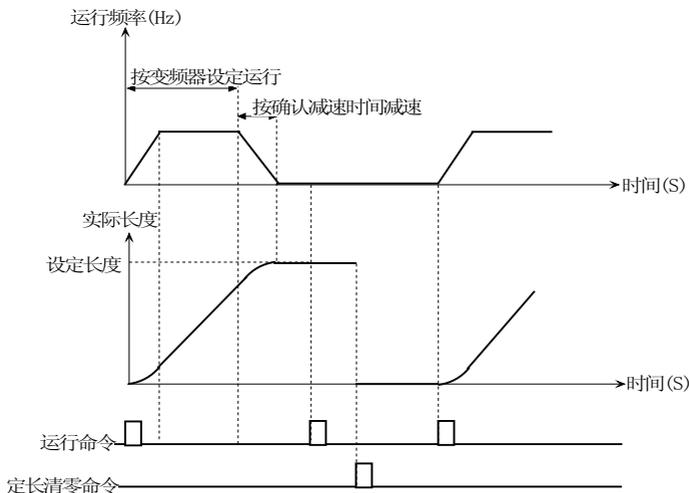

图 5-6-1 定长运行1
- ◆ 定长运行模式运行频率由P0.02设定，当实际长度（P6.01）小于且接近设定长度（P6.00）时，变频器自动减速按下限频率运行，当实际长度（P6.01）≥设定长度（P6.00）时，变频器运行频率为0，发出停机指令停机(按停机方式停机)。再次运行前需将实际长度（P6.01）清零或修改设定长度>实际长度，否则无法起动，如图5-6-1所示。